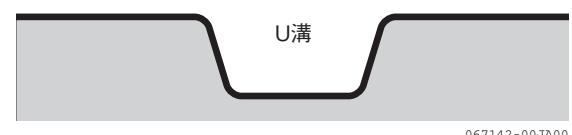

図 3-41
8. ミニ耕うん機が前進すると、溝ができます。（図 3-41）